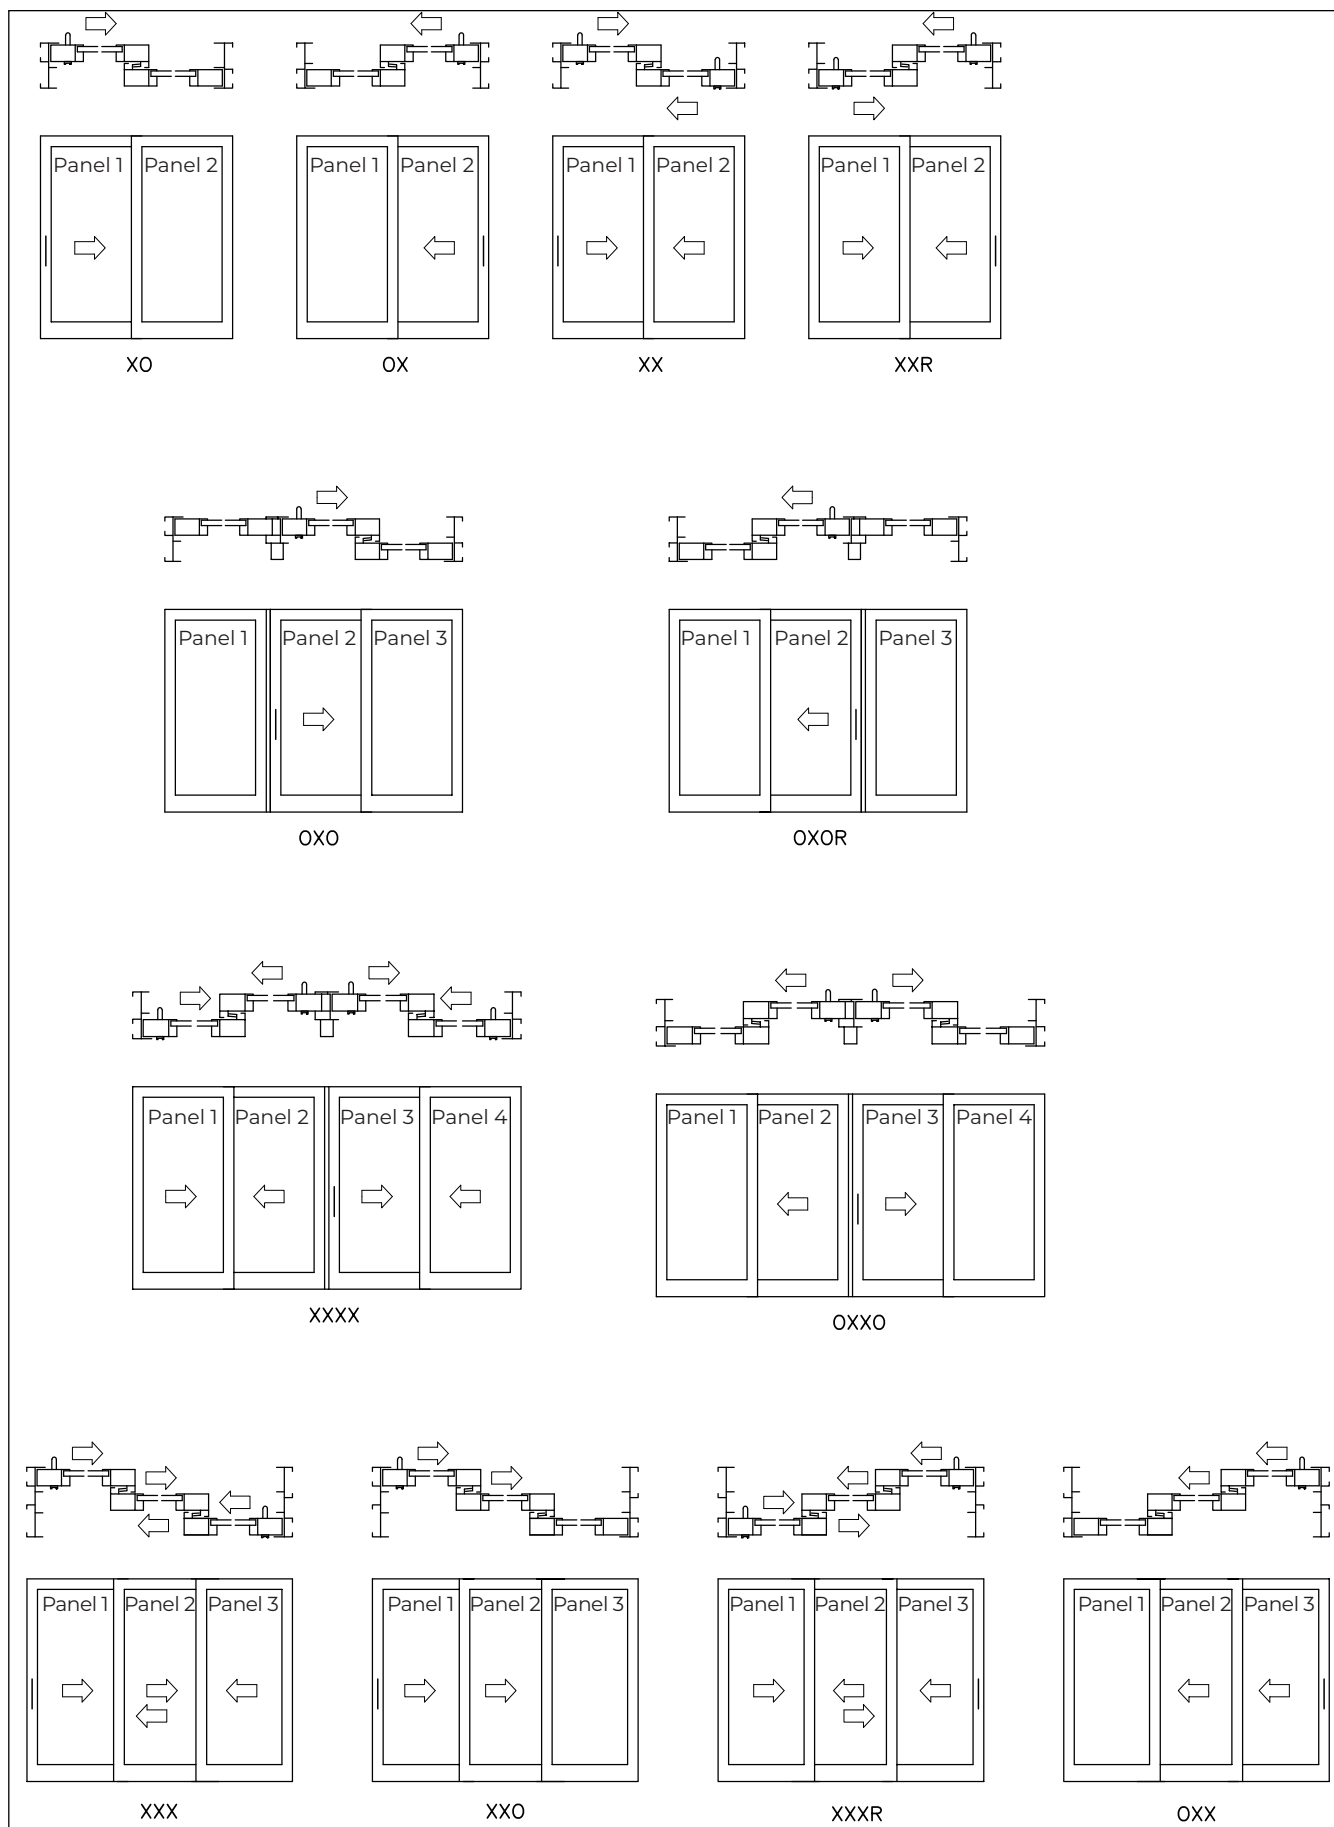

FIGURA 6
1. Identifique los paneles: Localice los paneles que se requerirán para la apertura. Cada panel tiene un número específico; es posible utilizar el mismo tipo de panel en más de una configuración de puerta, por lo que debe asegurarse de seleccionar el número de panel correcto para su apertura. Consulte la **figura 6**.